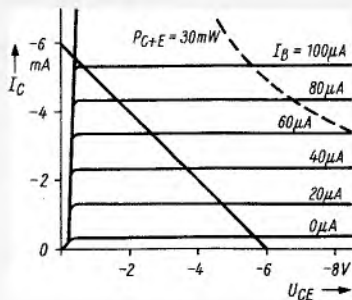

Bild 4. Kennlinie eines Transistors mit eingezeichneten Widerstandsgeraden
1. Gegeben sei ein Transistor mit der Kennlinie nach Bild 4. Die Speisespannung betrage 6 V. Zu berechnen ist die Dimensionierung der Schaltelemente für eine fünffache Spannungsverstärkung auf 1 V bei einem Ausgangswiderstand von 1 k Ω und einem Eingangswiderstand von mehr als 2 k Ω . Für die Berechnung gilt die Schaltung nach Bild 3a.
Bild 4 zeigt die Widerstandsgerade für 1 k Ω von -6 V nach -8 mA. Sie schneidet die Kurve für einen Basisstrom von 60 μ A bei einem Kollektorstrom von 3,35 mA. Der Arbeitspunkt liegt nun etwas zu weit links. Richtig wäre ein Kollektorstrom von etwas weniger als 3 mA, z. B. 2,8 mA. Hierzu gehört ein Basisstrom von rund 50 μ A. Die Rechnungen (3), (6), (7) und (10a) sind dann zu wiederholen und liefern für R_V einen Wert von rund 50 k Ω ; man wählt dafür 51 k Ω oder 56 k Ω . Man kann sich die zweite Rechnung ersparen, wenn man gleich die Widerstandsgerade in die Kennlinie einzeichnet.